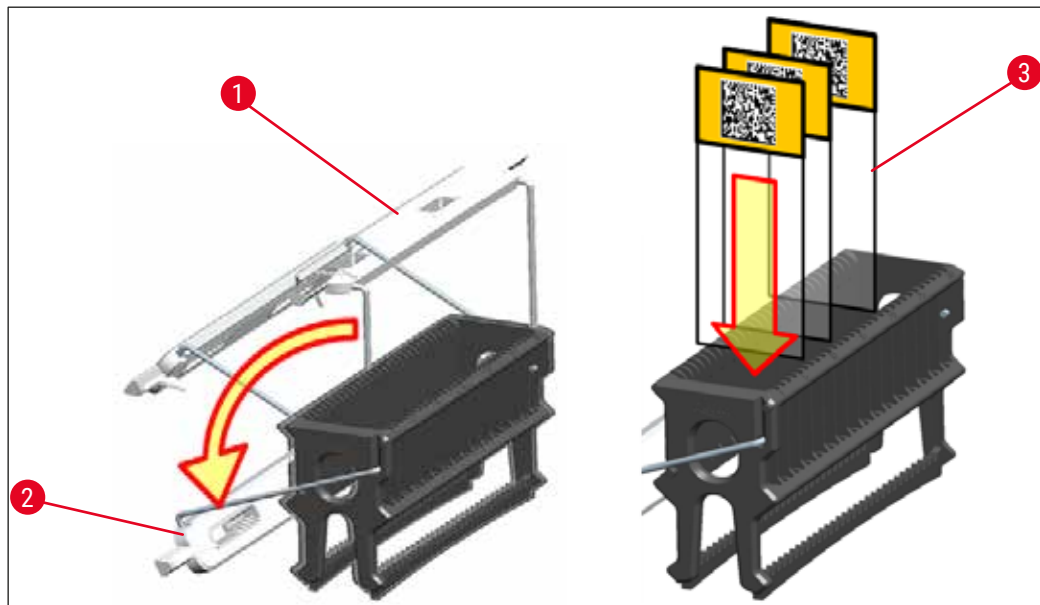

Fig. 85
- Forsiden av stativet er merket med Leica-logoen. Når håndtaket er festet, ser du ordet **FRONT** når du ser på håndtaket (→ "Fig. 85").
1. Bøy stativhåndtaket til stående stilling (→ "Fig. 85").